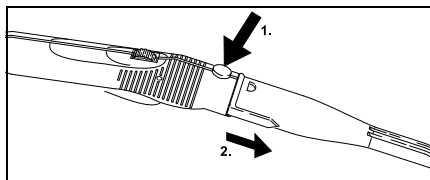

Fig. 9
- Pour retirer les accessoires, appuyez sur la touche de déverrouillage (C2 ou G3) et déboîtez les pièces (voir fig. 9).